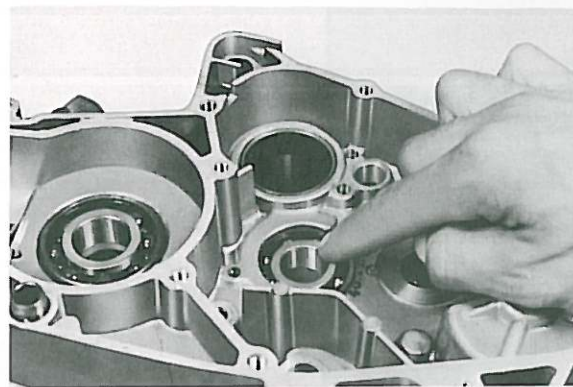

Fig. 3-3-34
- a. After cleaning and lubricating bearings, rotate inner race with a finger. If rough spots are noticed, replace the bearing. (Fig. 3-3-34)
- a. Après avoir nettoyé et graissé les roulements, faire tourner leur bague intérieure avec un doigt. Remplacer le roulement si on sent un frottement. (Fig. 3-3-34)
- a. Lager reinigen und schmieren, danach inneren Lauftring mit dem Finger drehen. Falls Fehler festgestellt werden, Lager ersetzen. (Fig. 3-3-34)